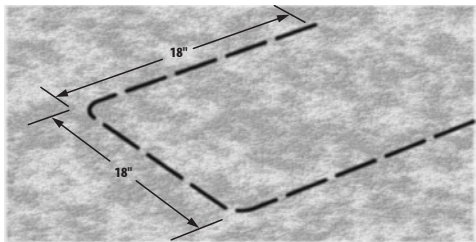

Abb. 3
4. Stechen Sie mit der Schaufel drei Seiten eines Quadrats mit 46 cm Seitenlänge ca. 15 cm tief ab. Dieser Schlitz sollte U-förmig aussehen (siehe Abb. 3). Stechen Sie die Schaufel ungefähr 10 cm tief ein und heben Sie die Grassoden auf der gesamten Breite so ab, dass eine ebene Fläche von 10 cm Tiefe entsteht. Graben Sie ungefähr 15 cm von einer Seite dieser Öffnung entfernt auf gleiche Weise ein Loch, um eine Ventilbox mit 18 cm  $\varnothing$  unterzubringen, die als Anschlussdose verwendet wird. In dieser Anschlussdose wird ein zusätzliches Kabel vom Sensor zum Zonenkabel von Schritt 3 verklemmt. Ziehen Sie einen schlitzförmigen Graben von der Anschlussdose zur Basis der quadratischen Öffnung für den Sensor (siehe Abb. 4).